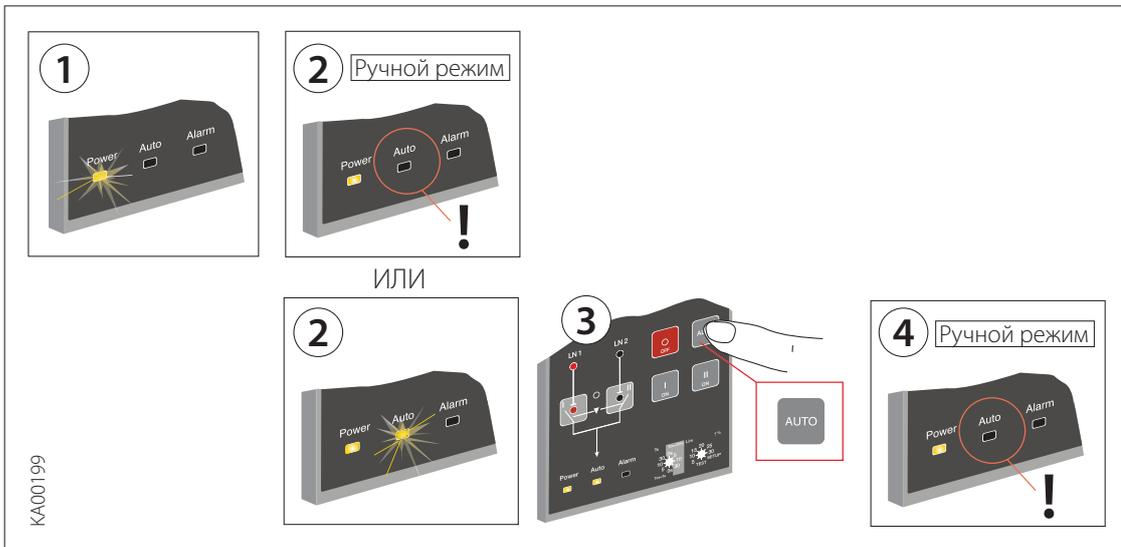

Рис. 4.8. Переключение блоков автоматического управления OMD100, OMD200 и OMD300 в ручной режим
1. Переведите устройство в ручной режим согласно рис. 4.8.